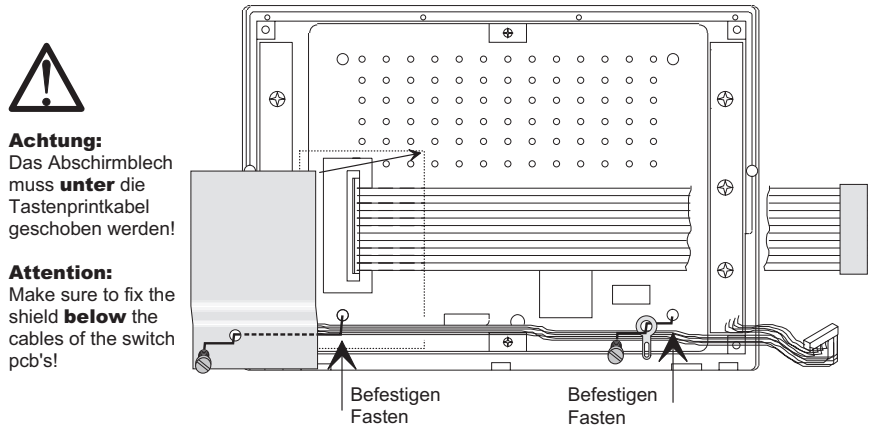

Bild 4-10: Befestigen des Abschirmblechs und der Lötflamme
14. Schieben Sie das Abschirmblech **unter** die Tastenprint-Kabel und befestigen Sie es mit einer Schraube wieder über dem Datenkabel. Fixieren Sie mit der Lötflamme und einer Schraube das Tastenprint-Kabel. (Bild 4-10)